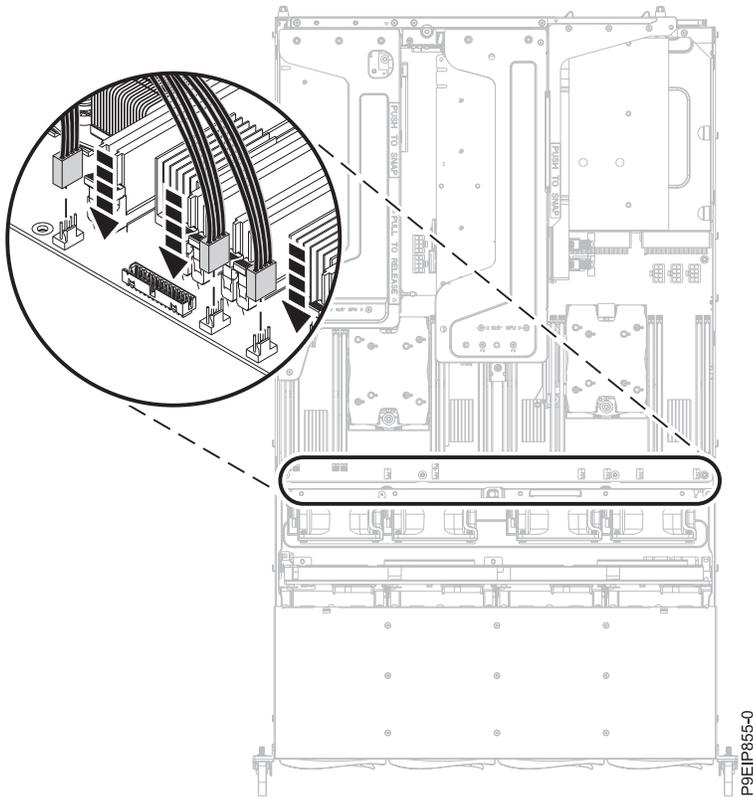

図 40. ファン・ケーブルの接続
5. 4本のファン電源ケーブルをシステム・バックプレーンに接続します (42ページの図 40を参照)。